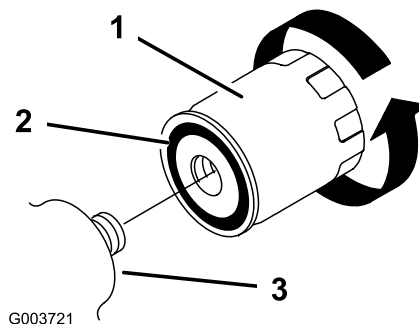

図 38
5. 古いフィルタ 図 38を外し、取り付けアダプタ部の表面をきれいに拭く。
6. 新しいフィルタのゴム製ガスケットにきれいな油圧オイルを薄く塗る 図 38。
7. アダプタに新しいフィルタを取り付ける 図 38。ゴム製ガスケットがアダプタに当たるまで手でねじ込み、そこから更に 1/2 回転増し締めする。